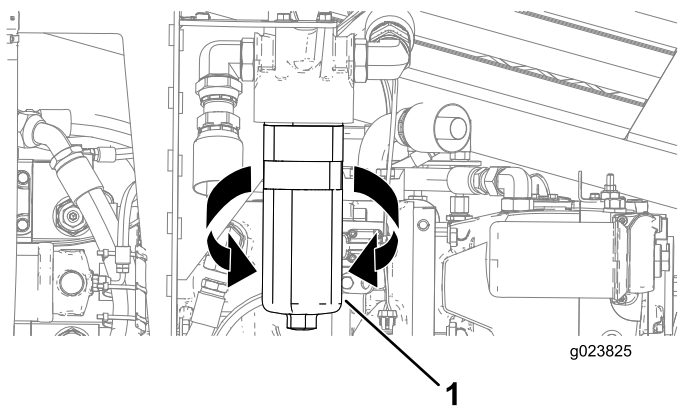

Рисунок 152
3. Поместите сливной поддон или уложите ветошь под фильтр линии нагнетания (Рисунок 152).
4. Поверните фильтр линии высокого давления гидросистемы против часовой стрелки и снимите его (Рисунок 152).
6. Совместите фильтр высокого давления гидросистемы с местом его посадки и поверните его по часовой стрелке до достижения момента затяжки 61 Нм, как показано на (Рисунок 152).